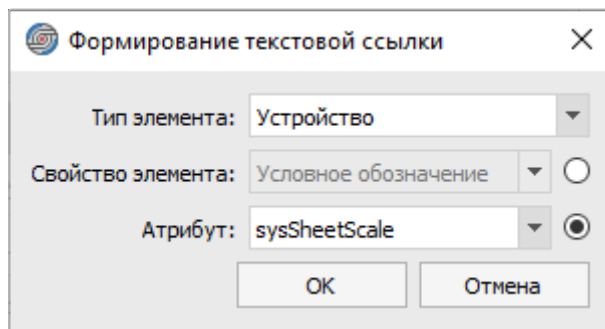

Рисунок 340. Окно «Формирование текстовой ссылки»
- «Добавить текстовую ссылку» — присутствует в контекстных меню всех элементов и материалов. При выборе данного варианта откроется диалоговое окно «Формирование текстовой ссылки», в котором можно выбрать требуемый источник данных (см. рисунок 340).